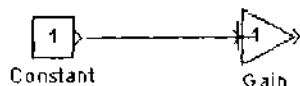

图 6-35
(3) 拖动鼠标指针到第二个模块(Gain)的输入端口。用户只需把鼠标指针移到靠近模块输入端口的任何位置。如果用户把鼠标指针移到了第二个模块的里边, 则把连线连到第二个模块第一个未曾占有的输入端口。如果想把连线连到指定的端口, 就必须在释放鼠标按钮以前把鼠标定位到那个输入端口(图 6-35)。